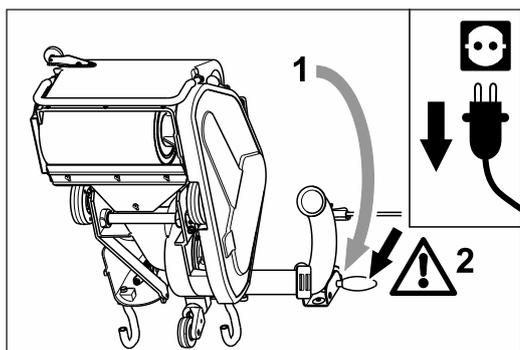

Abb. 49 Die Maschine nach hinten kippen (1) und vorsichtig auf dem Boden ablegen. **Achten Sie auf einen sicheren Stand der Maschine (2)!**
- 3 Kippen Sie die Maschine über die Sturzbügel nach hinten, so dass die Radlagerung zu sehen ist (Abb. 49, 1). Legen Sie die Maschine vorsichtig auf dem Boden ab. **Achten Sie auf einen sicheren Stand der Maschine (Abb. 49, 2)!**
- 6 Kippen Sie die Maschine über die Sturzbügel nach hinten (Abb. 49, 1). Legen Sie die Maschine vorsichtig auf dem Boden ab. **Achten Sie auf einen sicheren Stand der Maschine (Abb. 49, 2)!**